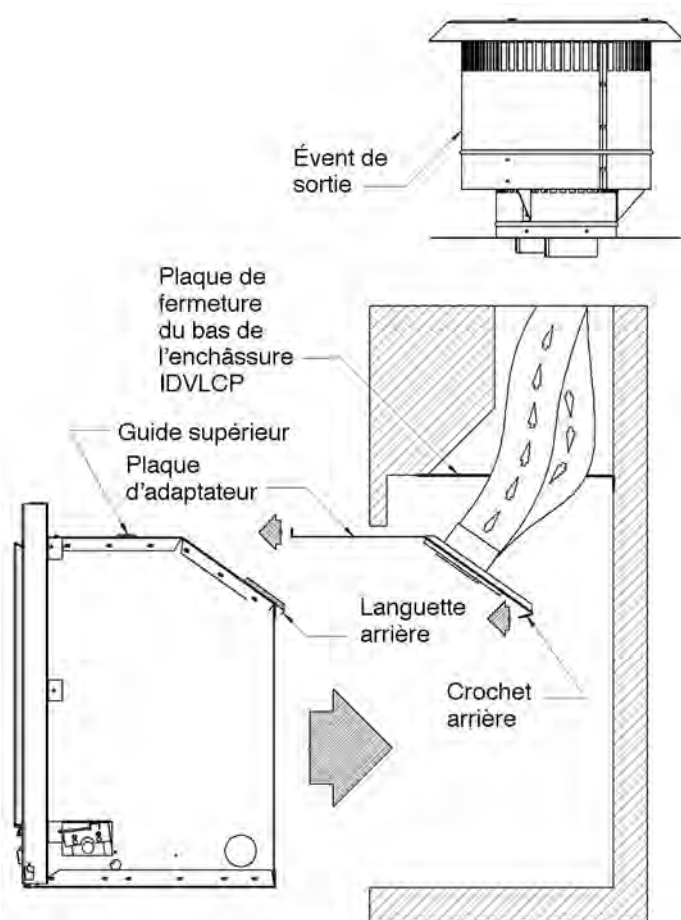

Fig.2 - Installation de l'évacuation par cheminée pour l'appareil de base
3. Glissez délicatement l'appareil en place. L'adaptateur doit glisser le long du dessus de l'appareil, entre les guides. Assurez-vous qu'il reste à plat. (Fig.2)
4. Une fois l'appareil en place, fixez la plaque d'adaptateur avec les 2 vis enlevées précédemment. En serrant la plaque d'adaptateur, faites attention, la plaque doit être à plat sur l'appareil et le crochet arrière doit être engagé sur la languette située à l'arrière de l'appareil. (Fig. 2 et 3)